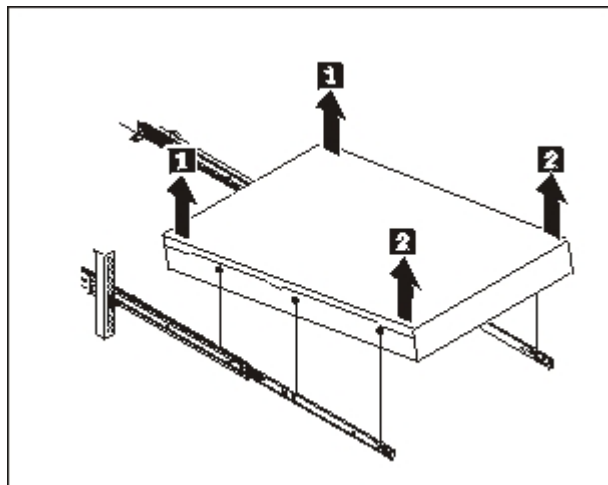

Figura 30. Erguendo o dispositivo para fora dos trilhos deslizantes
2. Erga o dispositivo dos trilhos deslizantes, conforme mostrado na Figura 30.